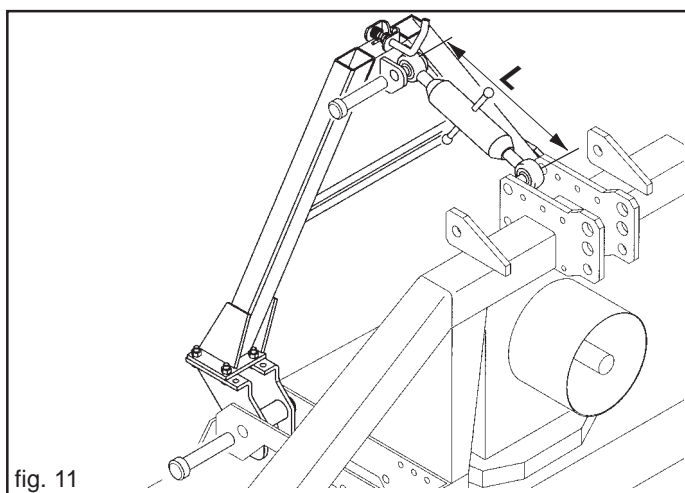

fig. 11
Con la seminatrice viene fornito il triangolo per l'aggancio e lo sgancio rapido della seminatrice dall'attrezzatura a cui viene accoppiata. Il triangolo viene montato stabilmente sull'attrezzatura (Fig. 11). Per garantire il corretto accoppiamento della seminatrice alle attrezzature MASCHIO registrare la lunghezza (L) del tirante terzo punto come indicato in Figura 11 (vedi Pagine 13-14-15).